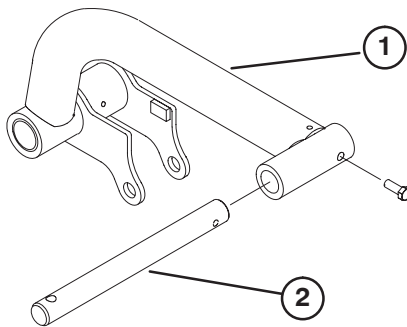

Figure 9
2. Insérez une tige de pivot dans chaque bras de levage (gauche et droit) et alignez les trous de fixation (Fig. 9).